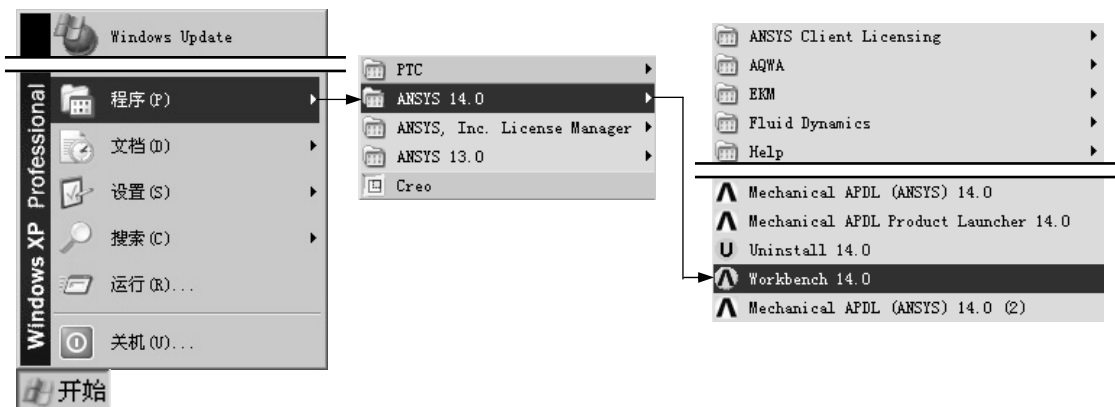

图 1.2.15 从开始菜单进入 Workbench
步骤02 选择  程序 (P) →  ANSYS 14.0 →  Workbench 14.0 命令,如图 1.2.15